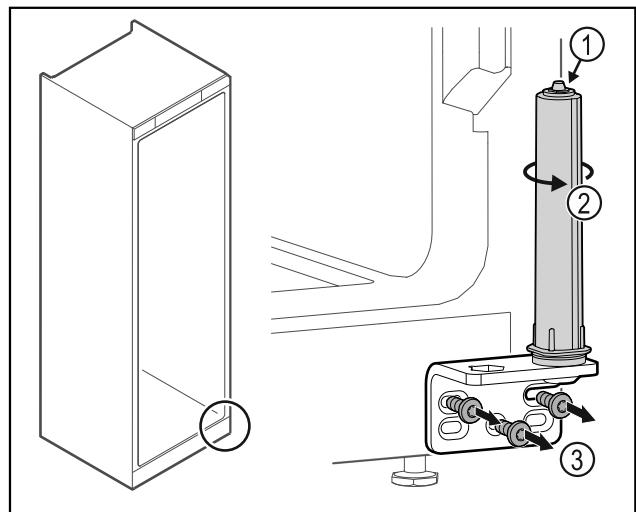

Fig. 28
- ▶ Не розбирати систему закриття дверей Fig. 28 (1).
- ▶ Повернути систему закриття Fig. 28 (2) до клацання.
- ▶ Відкрутити шарнірний кутик Fig. 28 (3).